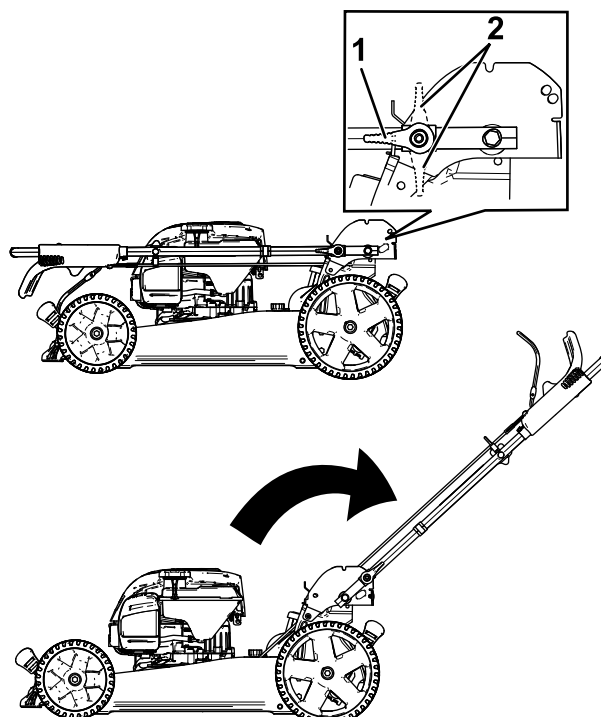

Bild 3
1. Lösen Sie die Holmarretierung (Bild 3).
2. Stellen Sie den Holm nach hinten in die Betriebsstellung (Bild 3).